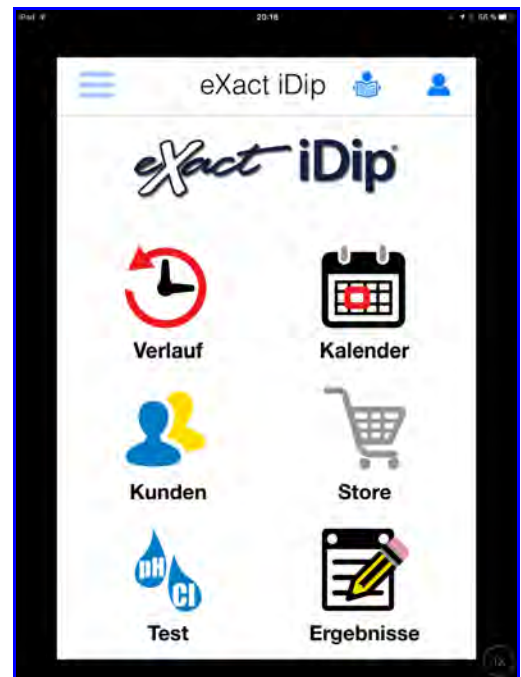

Abb. 3. Startbildschirm exact iDip-App.
- exact iDip-App auf Smartphone/oder Tablett öffnen (cf. Startbildschirm Abb. 3)
2. 5 Teststreifenbehälter mit folgenden Tests: Gesamthärte THH, Calcium-Härte CA, Sulfattest SO₄, Chlorid-Test und Gesamt-Alkalinität AL. Die Tests können beliebig erweitert werden: neben den Teststreifen (cf. Info > Tests and Reagents) benötigt man noch die dazugehörige Software, die im App-Store (vgl. Abb. 3) > Testidip > Wahl der gewünschten nachzuweisenden Substanz im exact-iDip-App gegen Bezahlung herunter geladen werden kann